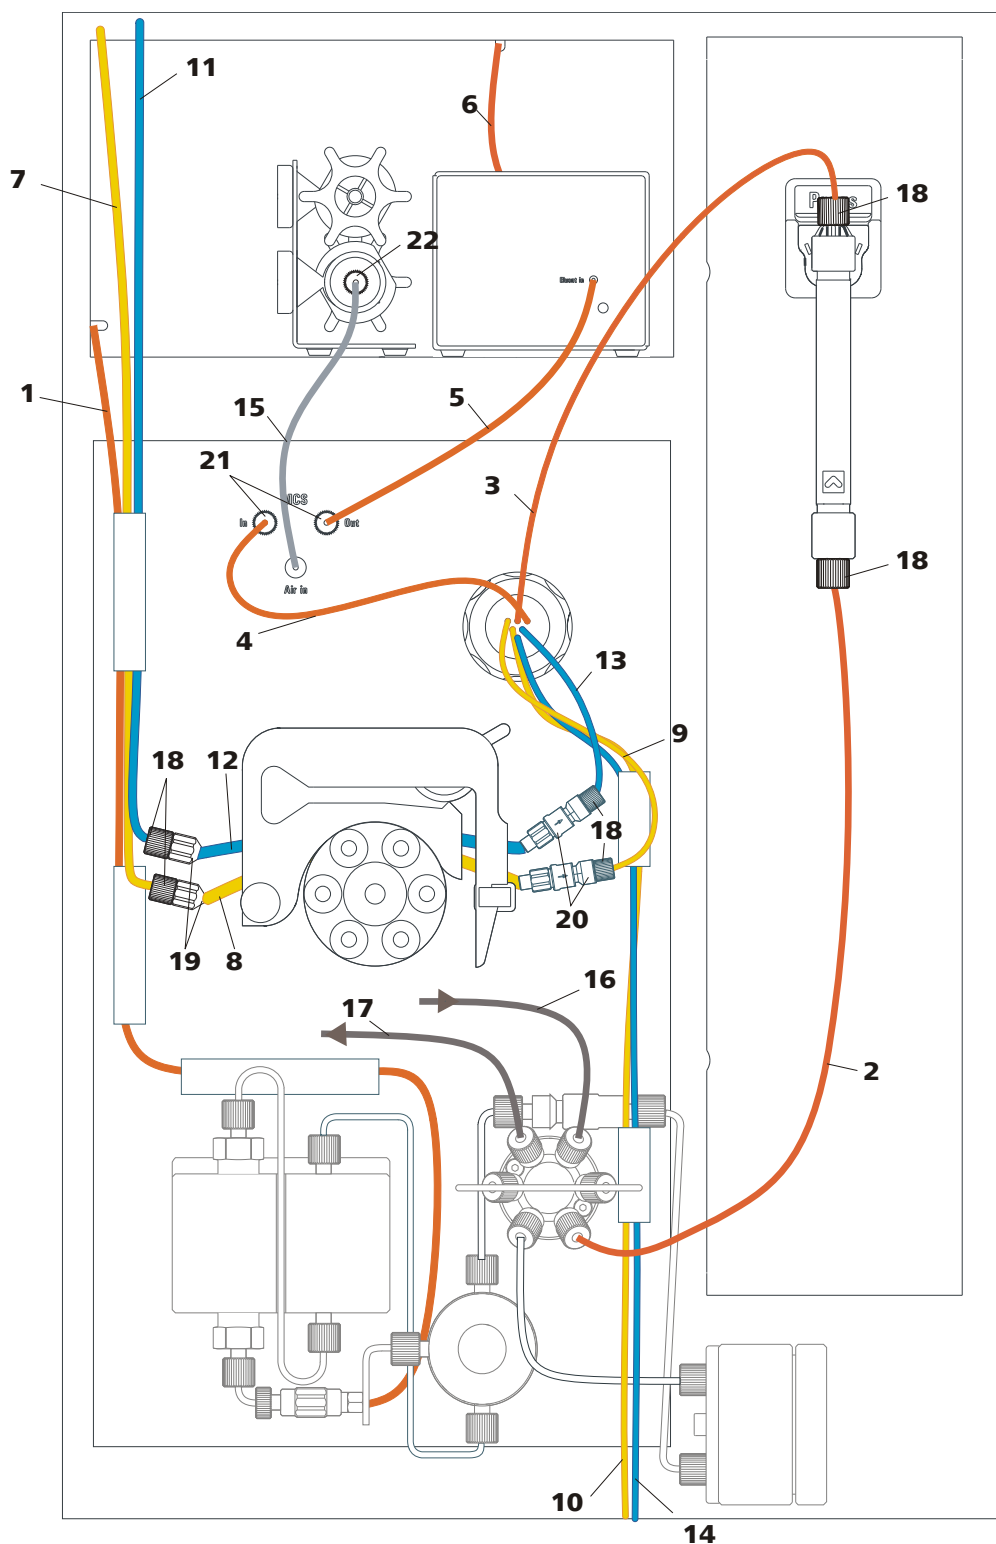

Figure 3 Schéma d'installation 882 Compact IC plus – Anion – MCS
- un schéma d'installation (*voir Figure 3, page 15*) qui représente un 882 Compact IC plus – Anion – MCS entièrement monté.